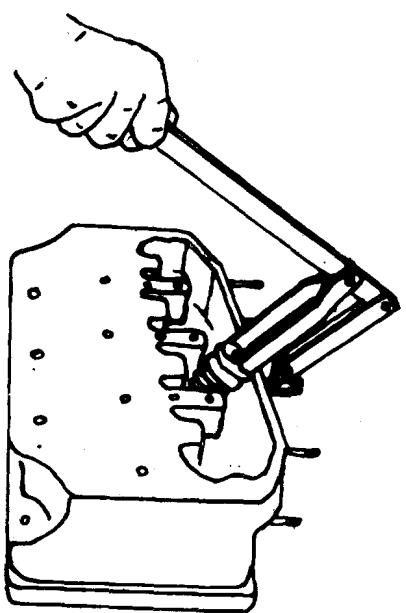

图 1-23 顶置气门弹簧的拆装
2) 顶置气门弹簧拆装架在使用时,先把气缸盖水平放在垫板上顶住被拆气门,把拆装架支承环连接在气缸盖双头螺栓上,压环对正气门弹簧座,如图 1-23 所示,然后压下手柄,使气门